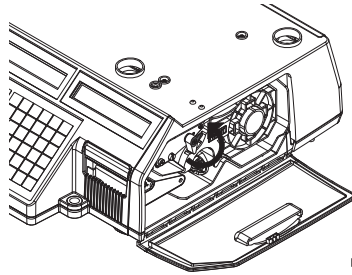

Fig.2
2) fig.2 처럼 TPH 레버를 반시계 방향으로 올린다.